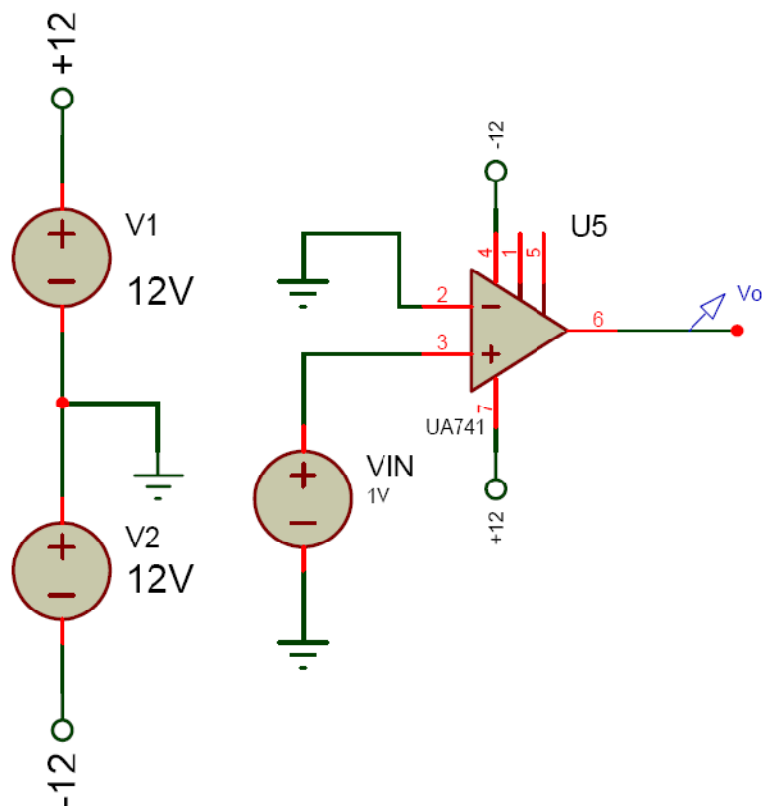

Figura 3. Comparador básico
1. Simular el circuito de la figura 3.
3. Armar el circuito de la figura 3 y variar el voltaje de entrada de $-10V$ a $10V$ con incrementos de $0.5V$. Anotar en los datos en la tabla 1.
4. Armar el circuito de la figura 3 y variar el voltaje de entrada de $10V$ a $-10V$ con decrementos de $0.5V$. Anotar lo datos en la tabla 1.